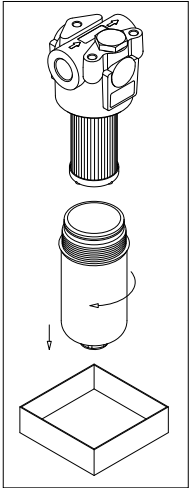

fig. 14
- (Fig. 14) In assenza di tappo di drenaggio, svitare il contenitore predisponendo un recipiente per la raccolta del fluido di lavoro